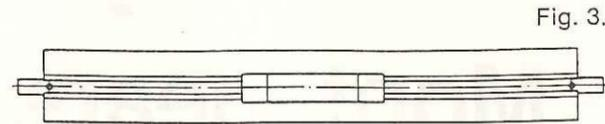

Fig. 3.
5. Band durchziehen, sodaß gleich lange Enden an beiden Zylinderseiten überstehen. (Siehe Bild 3)
Der Zylinder ist nun wie im Bild 3 dargestellt, zusammengebaut.
1. Beachten, daß das Band wie bei Bild 3 liegt. Bandscheibe darf nicht aus der Nut gleiten.